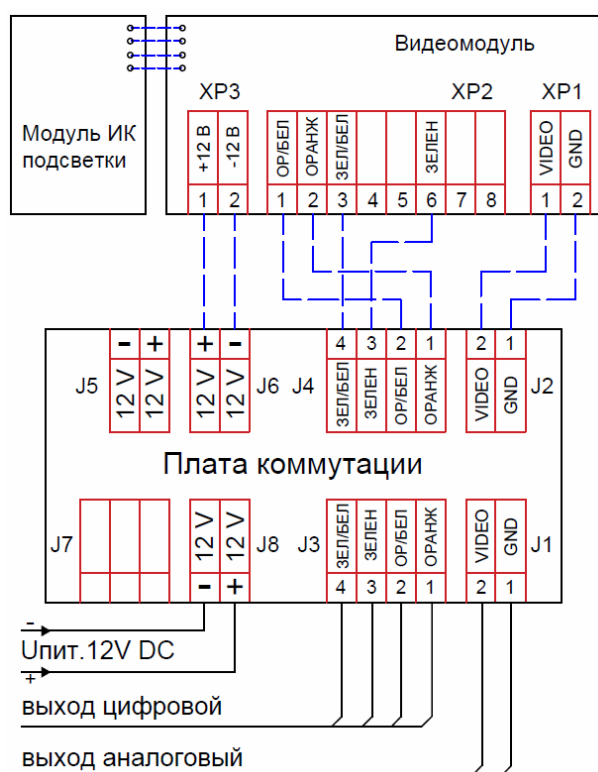
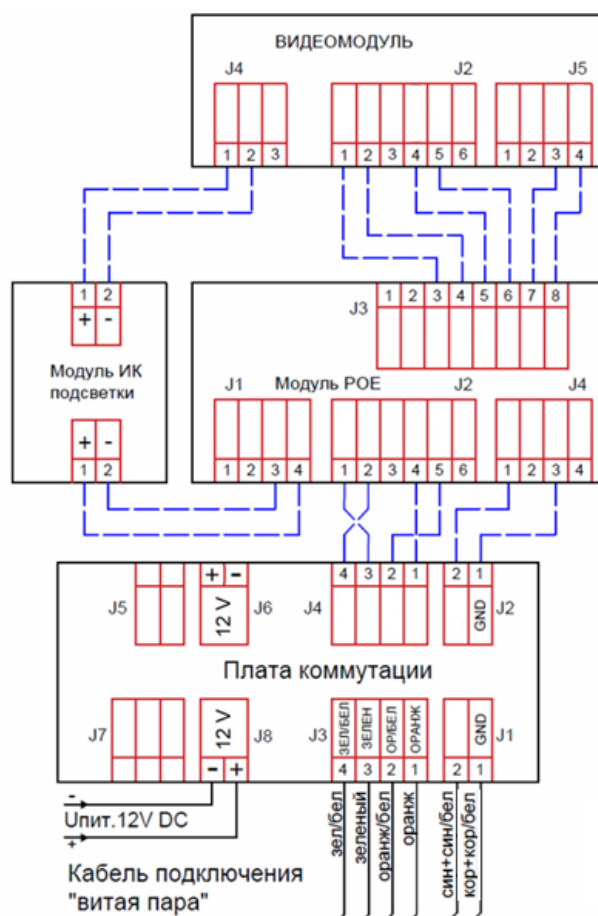
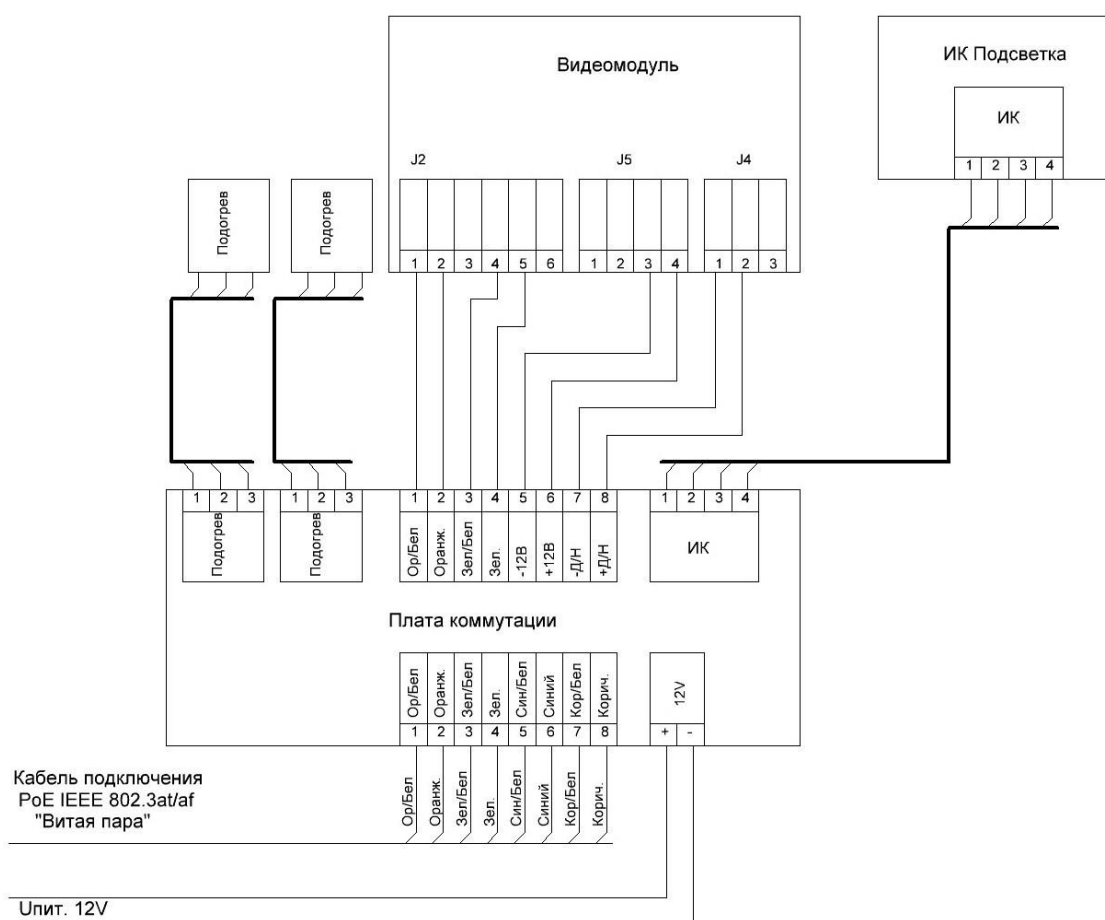

Рисунок 4.3 – Схема подключения камеры с питанием 12 В
Рисунок 4.4 – Схема подключения камеры с питанием по PoE или 12 В (без подогрева)
Рисунок 4.5 – Схема подключения камеры с питанием по PoE
4. Через кабельные вводы заведите питающий и сигнальный кабели, подключите к плате коммутации, согласно схеме подключений (Рисунок 4.3, Рисунок 4.4, Рисунок 4.5). По умолчанию видеокамера подключается с питанием по PoE на разъемы J1 и J3 «Платы коммутации». При необходимости подключения питания 12 В необходимо к клемме J6 «Платы коммутации» подключить подписанные изолированные провода (красный – «+» и черный – «-»), идущие от платы «Модуль PoE».
7. Установите термокожух на кронштейн (6) и зафиксируйте при помощи болта.